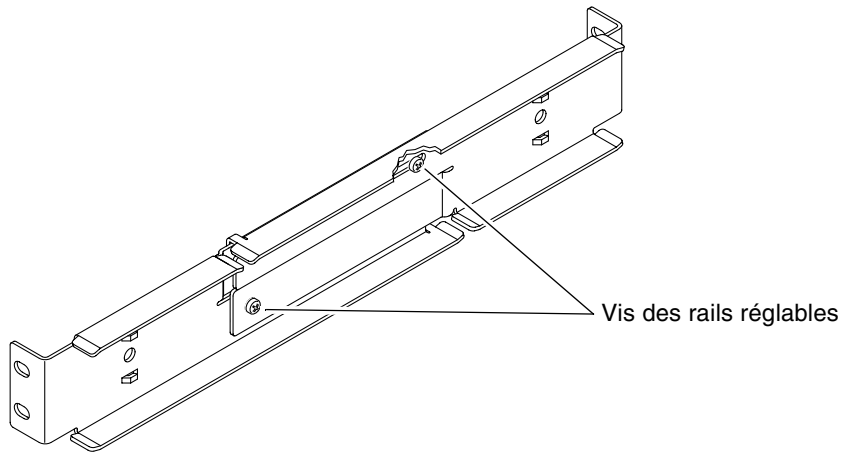

FIGURE 3-15 Desserrage des vis des rails réglables
2. **Desserrez les deux vis situées au milieu de chaque rail réglable, de manière à pouvoir étendre ceux-ci (FIGURE 3-15).**
5. Serrez les deux vis situées au milieu de chaque rail réglable (FIGURE 3-15).